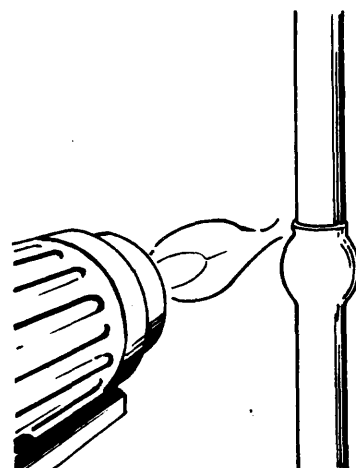

Fig. 7
- a Aplique la llama sobre la parte por soldar (fig. 7).